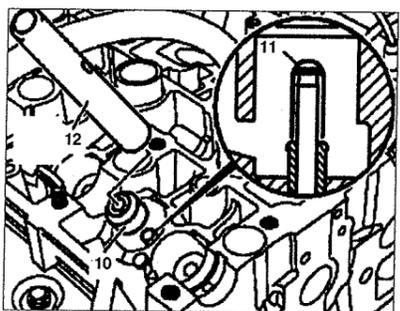

Рис. 2.43. Установите защитную крышку на стержень клапана.
11. Установите защитную крышку 11 на стержень клапана (см.рис. 2.43).